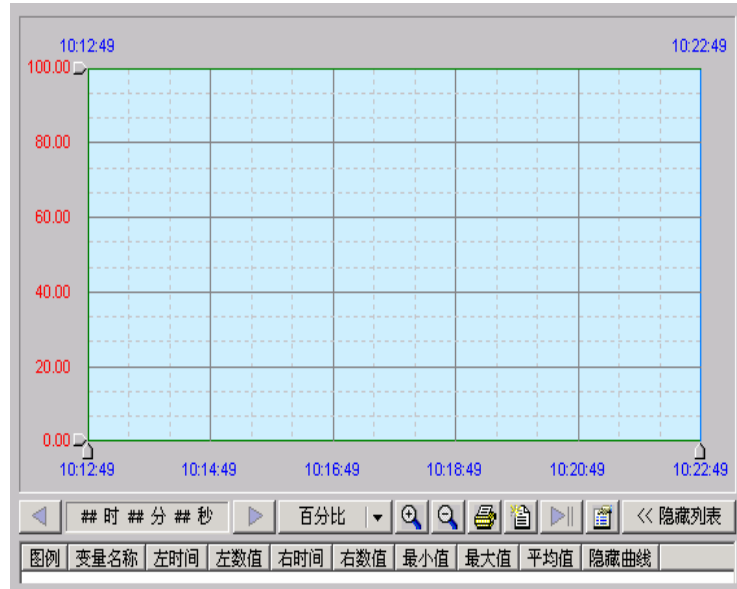

图 4-7 历史趋势曲线控件
- C、选择工具箱中的“插入通用控件”工具，选择插入控件窗口中的“历史趋势曲线”控件，在画面上绘制历史趋势曲线窗口，如图 4-7 所示。